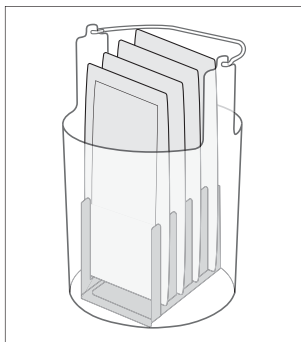

図 12
- 2) バスケットに 1) の状態のまま仕切りスタンドを入れます。(図 12)